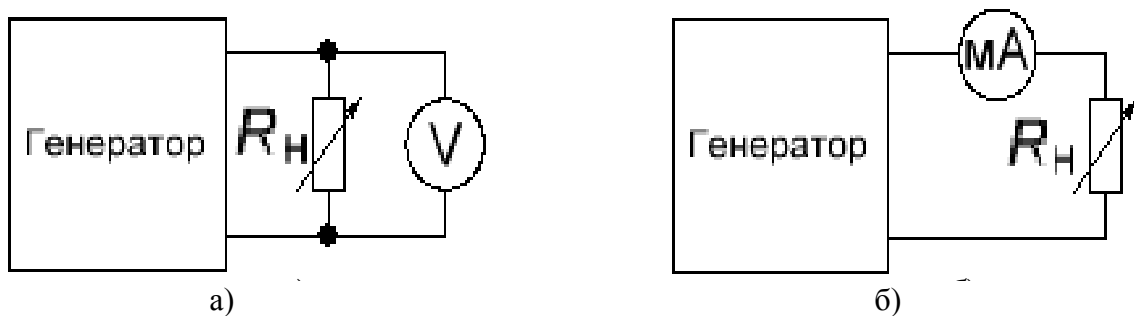

Рис. 1.4
– в лаборатории (а. 314) соберите поочередно схемы с прибором В7-20, представленные на рис. 1.4;
2.3.1. В цепи, схема которой представлена на рис. 1.4,а, когда прибор В7-20 используется в качестве вольтметра, переключатель «Род работы» установите в положение «V». Переключатель «Предел» установите в положение «10», при этом прибор может измерять напряжения от 0 до 10 В. Шнур прибора подключите к клеммам «0» и «1-10». Тумблером «Сеть» включите напряжение питания. При высвечивании на индикаторе индекса «П» (перегрузка) провод с клеммы «1-10» перенесите на клемму «100», а переключатель «Предел» переведите в положение «100».
2.3.2. В цепи, схема которой представлена на рис. 1.4,б, когда прибор В7-20 используется в качестве миллиамперметра, переключатель «Род работы» установите в положение «мА». Переключатель «Предел» установите в положение «1000», при этом прибор может изменять токи от 0 до 1000 мА. Шнур прибора подключите к клеммам «0» и «IR».